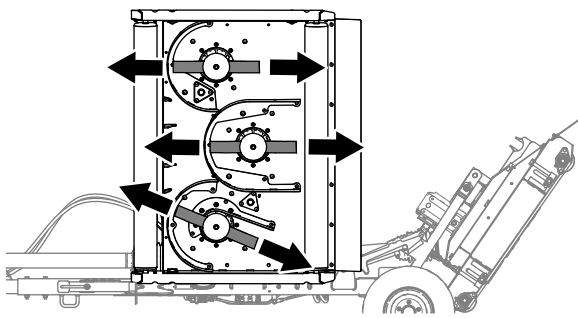

Bild 70
1. Richten Sie die Mähmesser wie in Bild 70 dargestellt aus.